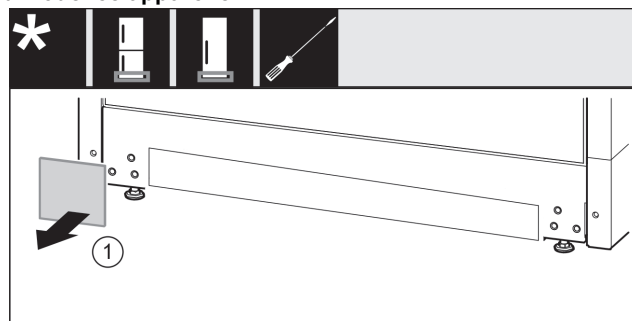

Fig. 31
- Retirer le cache Fig. 31 (1).